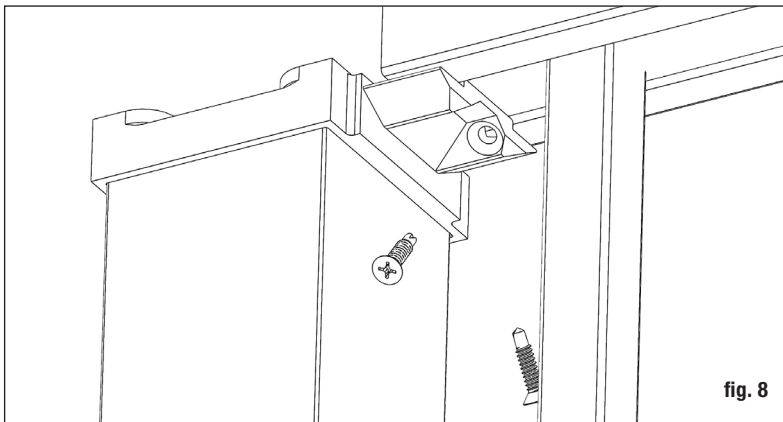
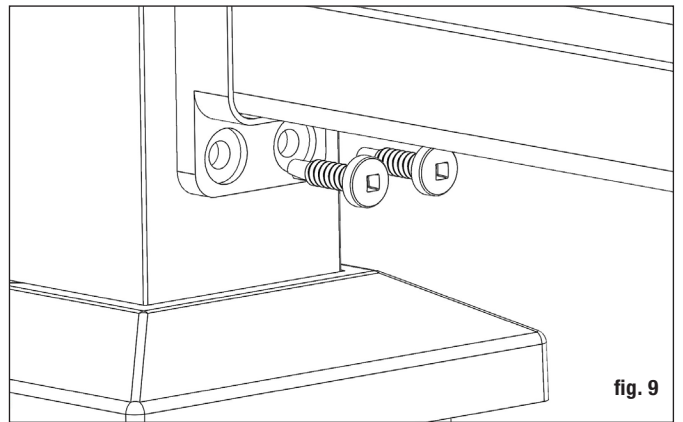

fig. 8
fig. 9
**Paso 7** Coloque el riel entre los postes. Compruebe el nivel de extremo a extremo y verticalmente. Pretaladre el riel con una broca de 7/64 pulg. Fije los soportes al poste en un extremo. Repita para el otro extremo. *Nota: Utilice una broca de extensión del destornillador para evitar dañar el riel con el portabrocas* (fig. 8 y fig. 9).